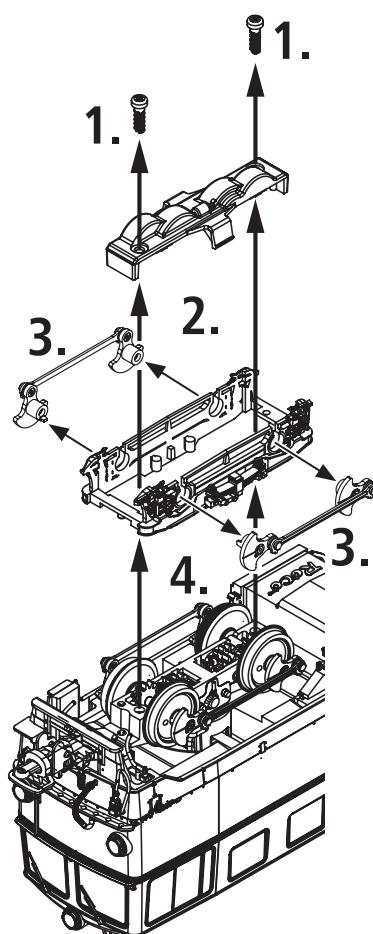

Fig. 8
3. Kohlebürstenwechsel: Lokgehäuse abnehmen (Fig. 3). Danach wird der Motor ausgebaut und die Kohlebürsten ausgewechselt (Fig. 8).
3. Remplacement des balais du moteur: Démontez la caisse (fig. 3). Démontez ensuite le moteur et échangez le balais (fig. 8).